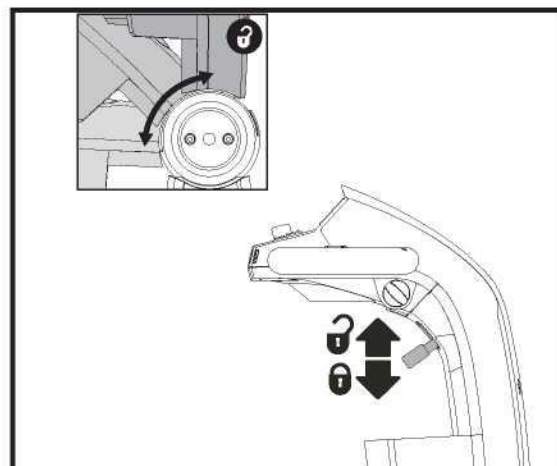

Figure 13. Réglage du guidon
1. Soulevez le levier de réglage du timon. Voir la figure 13.